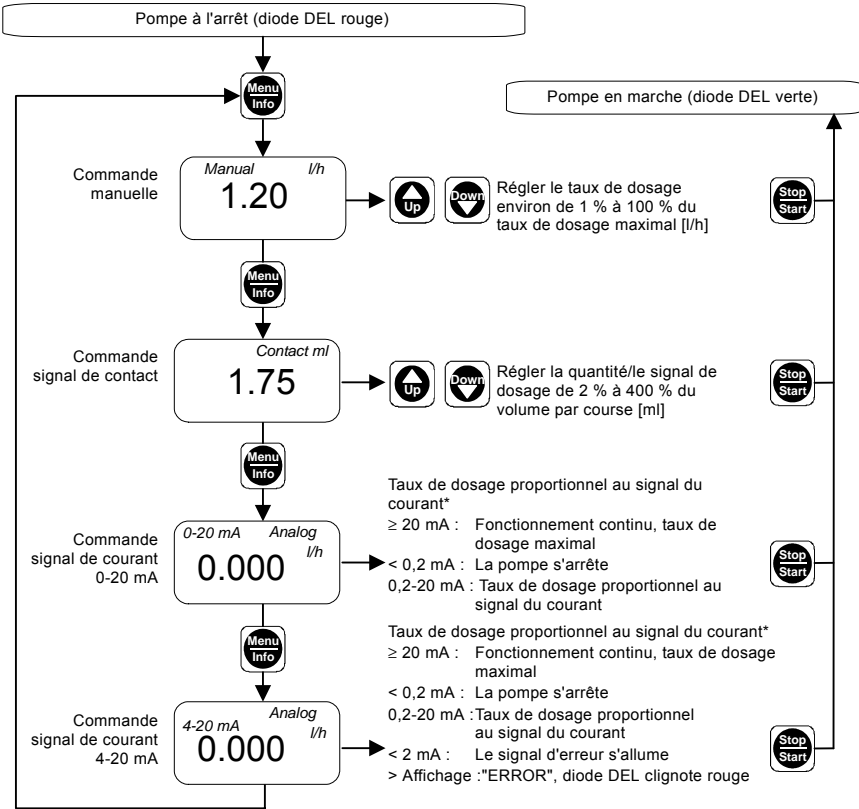

Fig. 38 Premier niveau de fonction
- Modifier les paramètres dans le menu concerné avec "Up" et "Down", selon fig. 38.